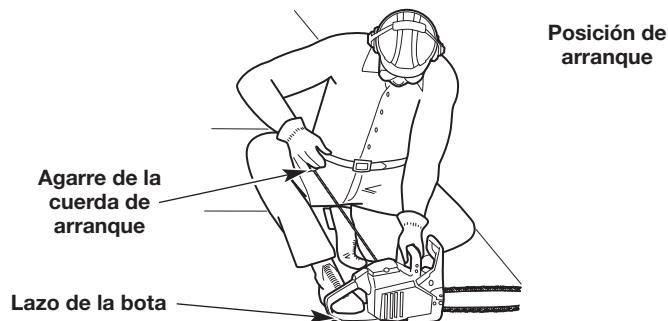

Fig. 5
ADVERTENCIA: Evite arrancar la unidad por accidente. A fin de evitar lesiones graves, el operador y la unidad deben estar en una posición estable al tirar de la cuerda de arranque (Fig. 5).
5. Agáchese en la posición de arranque (Fig. 5). Sostenga la manija delantera con la mano izquierda. Sujete la empuñadura de la cuerda de arranque con la mano derecha. Coloque el pie derecho en el lazo de la bota para mantener la unidad firme en su lugar.
6. Tire de la cuerda de arranque con un movimiento controlado y firme **5 veces** (Fig. 5).